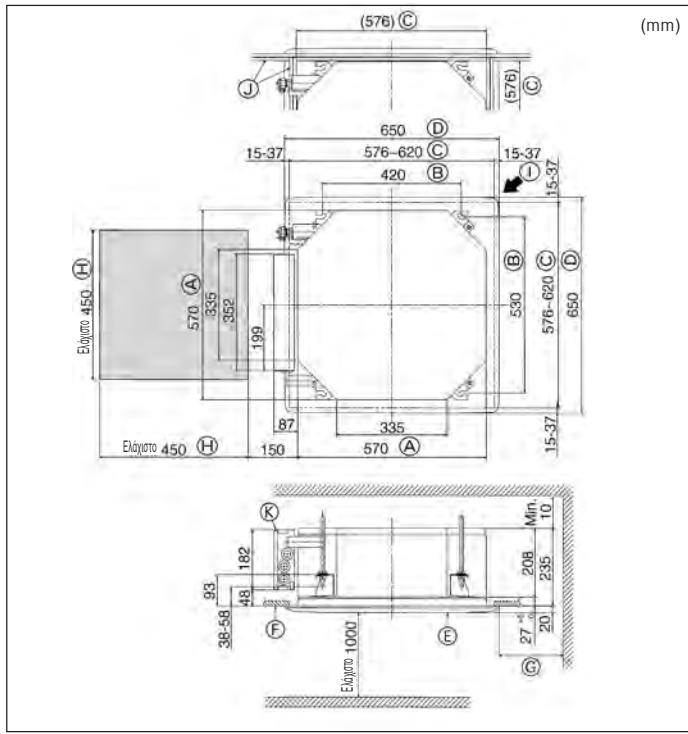

Fig. 4-2
*B: Βήμα κοχλία ανάρτησης (βλ. Fig. 4-2 ② για λεπτομέρειες)
4.2. Ανοίγματα στο ταβάνι και θέσεις για την τοποθέτηση των μπουλονιών ανάρτησης (Fig. 4-2)